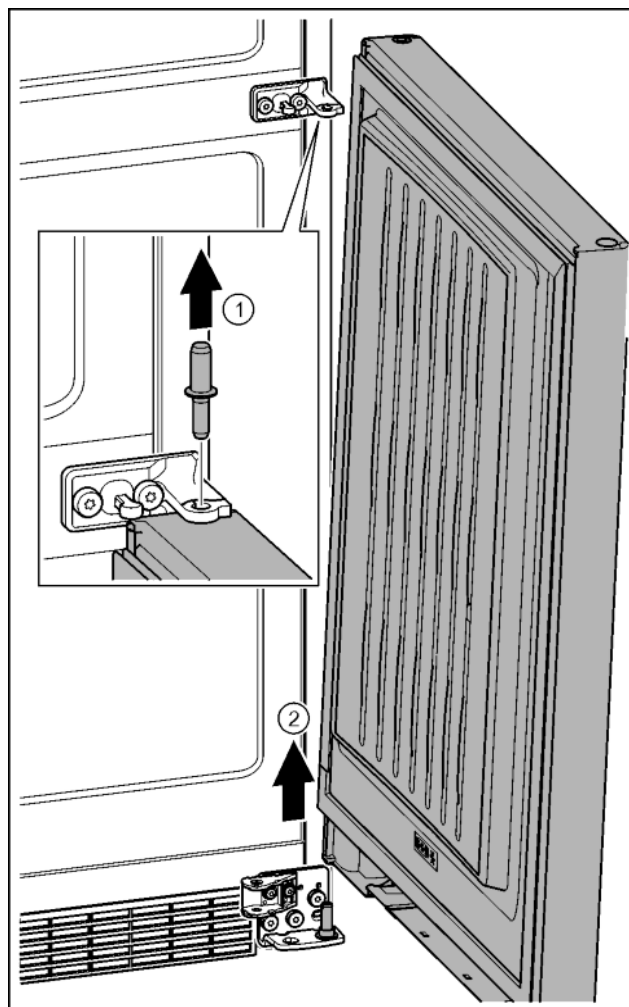

Fig. 22
- ▶ Sortir le boulon par le haut. Fig. 22 (1)
- ▶ Faire basculer la porte vers l'extérieur, la tirer vers le haut et la mettre de côté. Fig. 22 (2)